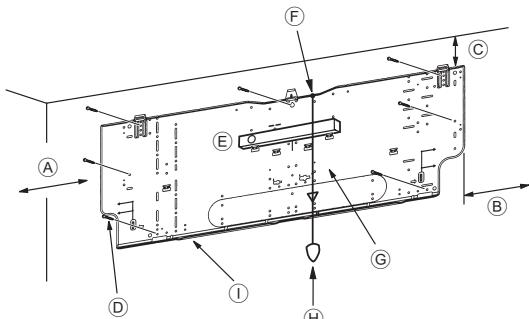
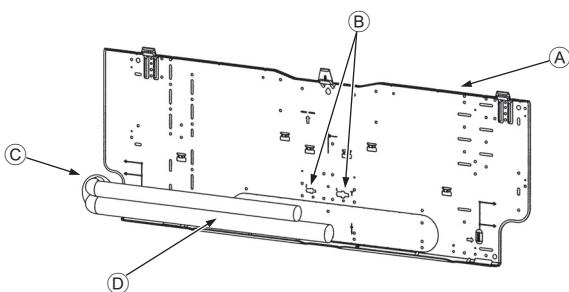

Fig. 3-4
Fig. 3-5
■ PKFY-P-VKM-E (Fig. 3-4)
- Ⓘ Placa de montaje ①
3.3. Cuando coloque los tubos en la pared (Fig. 3-5)
- Ⓐ Placa de montaje ①